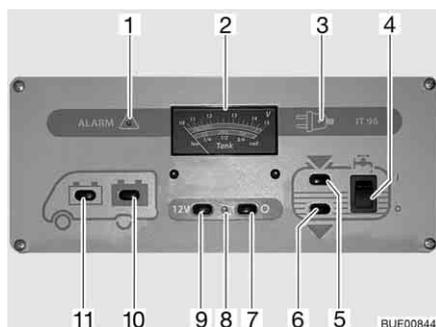

Fig. 87 Pannello di controllo IT 96-2
L'interruttore principale a 12 V (Fig. 87,7 e 9) inserisce o disinserisce il pannello di controllo e l'alimentazione a 12 V dell'abitacolo.
Accensione: ■ Premere l'interruttore (Fig. 87,9) "12 V": L'alimentazione a 12 V dell'abitacolo è inserita. La spia di controllo (Fig. 87,8) diventa verde.
Spegnimento: ■ Premere l'interruttore (Fig. 87,7) "0": L'alimentazione a 12 V dell'abitacolo è disinserita. La spia di controllo (Fig. 87,8) si spegne.
Per l'indicatore volt/serbatoio (Fig. 87,2) leggere la scala superiore. L'indicatore si illumina automaticamente appena viene premuto un interruttore.
- Premere l'interruttore (Fig. 87,11) "☺": Viene indicata la tensione della batteria di avviamento.
- Premere l'interruttore (Fig. 87,10) "☹": Viene indicata la tensione della batteria dell'abitacolo.
Per l'indicatore volt/serbatoio (Fig. 87,2) leggere la scala inferiore. L'indicatore si illumina automaticamente appena viene premuto un interruttore.
- Premere l'interruttore (Fig. 87,5) "": Viene indicato il livello del serbatoio dell'acqua.
- Premere l'interruttore (Fig. 87,6) "": Viene indicato il livello del serbatoio delle acque grigie.
- Premere in alto l'interruttore a bilico (Fig. 87,4) "I": L'alimentazione idrica è accesa.
- Premere l'interruttore a bilico in basso (Fig. 87,4) "O": L'alimentazione idrica è spenta.
La spia luminosa rossa "ALARM" (Fig. 87,1) inizia a lampeggiare non appena la tensione della batteria dell'abitacolo scende al di sotto di 11 V (misurazione durante il normale esercizio) con conseguente rischio che la batteria si scarichi troppo.
La spia di controllo a 12 V (Fig. 87,8) si accende non appena l'interruttore principale a 12 V (Fig. 87,9) viene inserito.
La spia gialla di controllo a 230 V (Fig. 87,3) si accende quando all'ingresso della centralina elettrica è presente una tensione di rete.